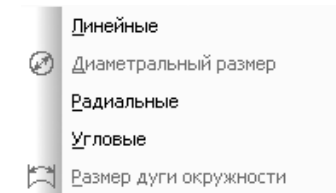

Рис. 2.21. Всплывающее меню пункта **Размеры** выпадающего меню пункта **Инструменты** главного меню
- **Размеры** вызывает всплывающее меню, показанное на рис. 2.21.